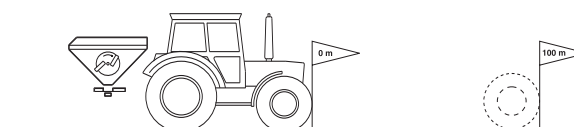

Fig. 23
- Mål opp en målestrekning på nøyaktig 100 meter. Merk målestrekningens begynnelse og slutt (Fig. 23).